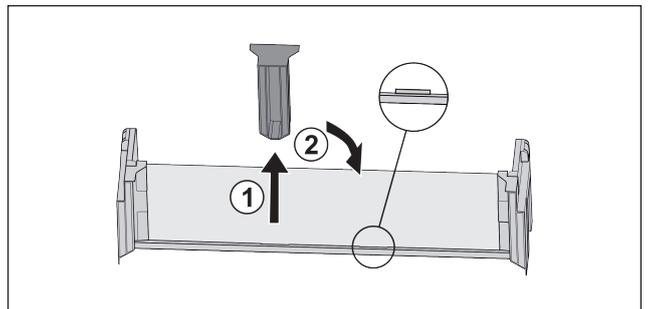

Fig. 28
- ▶ Estrarre l'elemento di supporto centrale Fig. 28 (1).
- ▶ Inserire l'elemento di supporto centrale sulla seconda posizione Fig. 28 (2).